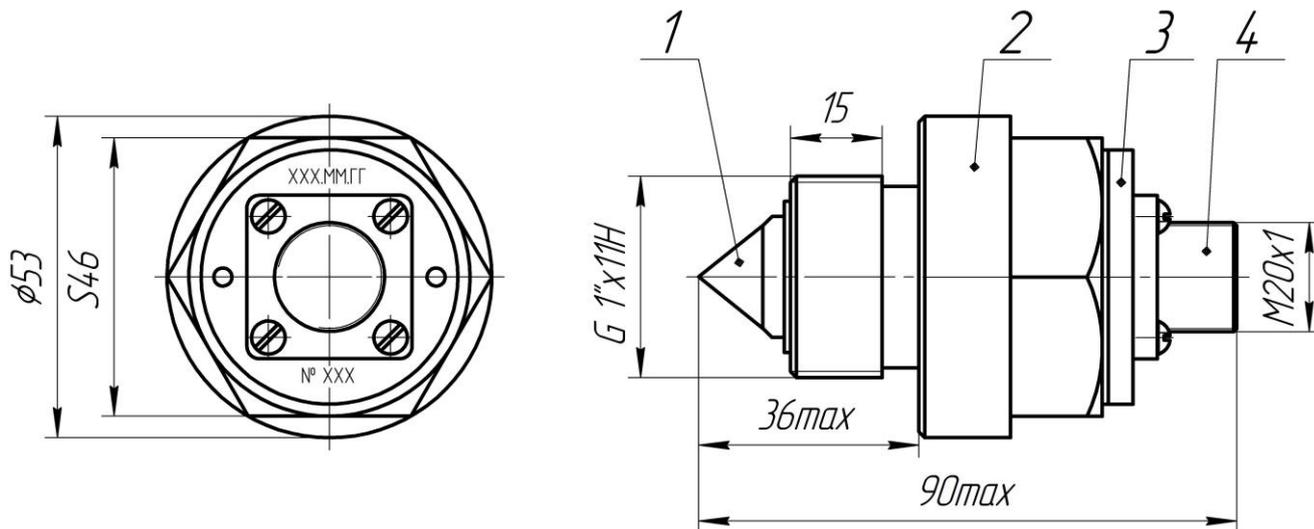

Рисунок 1 — Конструкция датчика
Датчик состоит (см. рисунок 1) из корпуса (2), в который вклеивается чувствительный элемент (1) торцевого типа. Детали чувствительного элемента вклеиваются герметиком, устойчивым к спирту, разбавленным кислотам, морской воде, нефтепродуктам. Резьбовая крышка (3) с разъемом 2PMT18Б7Ш1В1В (4) уплотняется при сборке кремний органическим герметиком типа ВГО-1 или аналогичным.